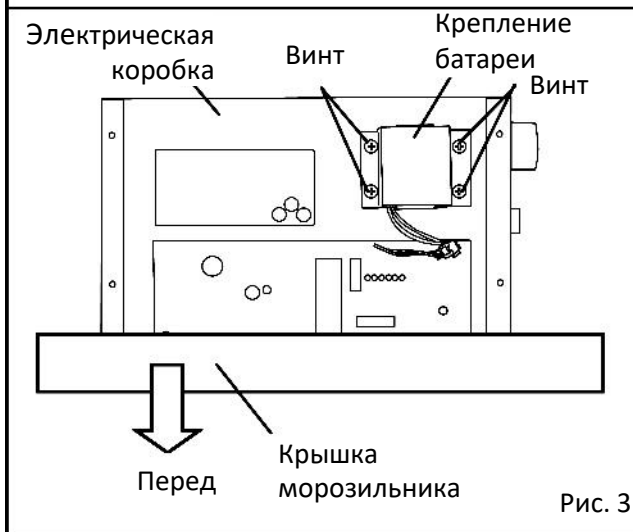

Рис. 3
5. Открутите четыре винта, фиксирующие крепление батареи (Рис. 3).